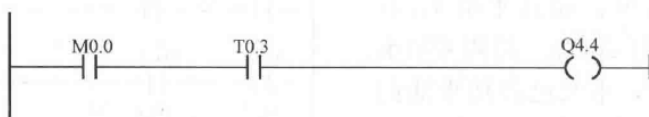

图 5-37 水池水位上限指示程序梯形图
- 5) 水池水位上限指示程序。水池水位上限指示程序梯形图如图 5-37 所示。